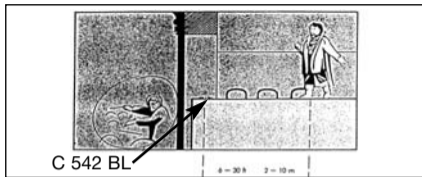

Fig. 3: El método de grabación más sencillo
- Véase la Fig. 3. El método más sencillo es colocar el micrófono en el suelo a unos 2 a 10 m del objeto a grabar. La distancia exacta depende de la extensión física de la(s) fuente(s) sonora(s) a grabar y de la situación específica en el lugar de grabación.